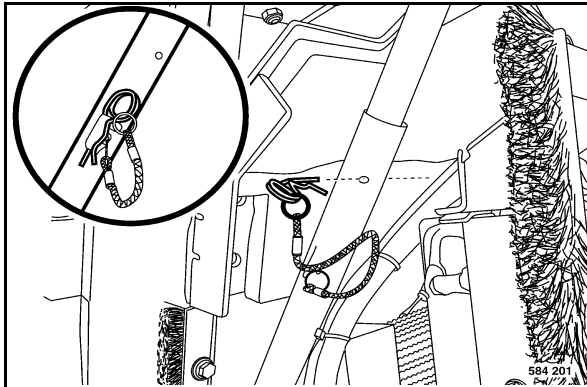

fig. 76
- Tirer l'agrafe (fig. 76) du support.